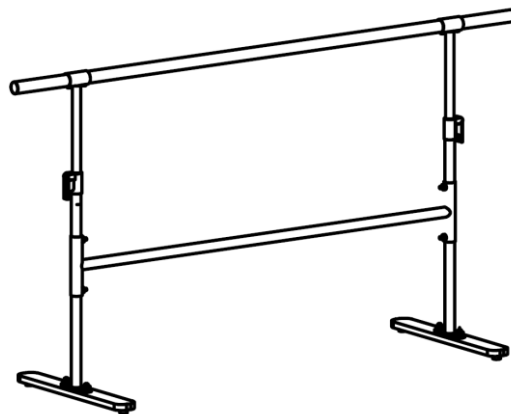

Abbildung 1: Freistehende Ballettstange
Zur Sicherung der Standsicherheit achten Sie bitte darauf, dass die Querstrebe ④ etwa mittig am Stützenunterteil ③ montiert wird (Siehe Abb.1)!